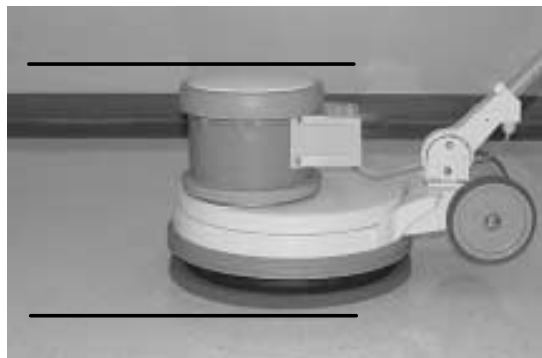

ABB. 11
- Halten Sie den Bedienungsgriff vor dem Starten der Maschine fest, so dass sich der untere Teil der Maschine parallel zum Boden befindet (Abbildung 11). Dadurch wird ein plötzliches Rucken beim Starten der Maschine verhindert.